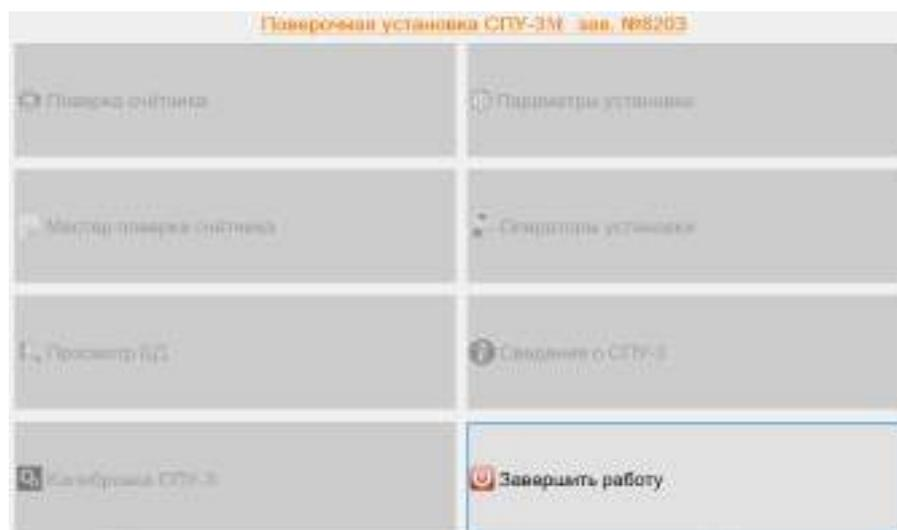

Рисунок 2
11. Завершить работу ЭВМ, выбрав в основном меню (рисунок 2) пункт «Завершить работу» или используя средства Windows.
12. Завершить работу ЭВМ, выбрав в основном меню (рисунок 2) пункт «Завершить работу» или используя средства Windows.